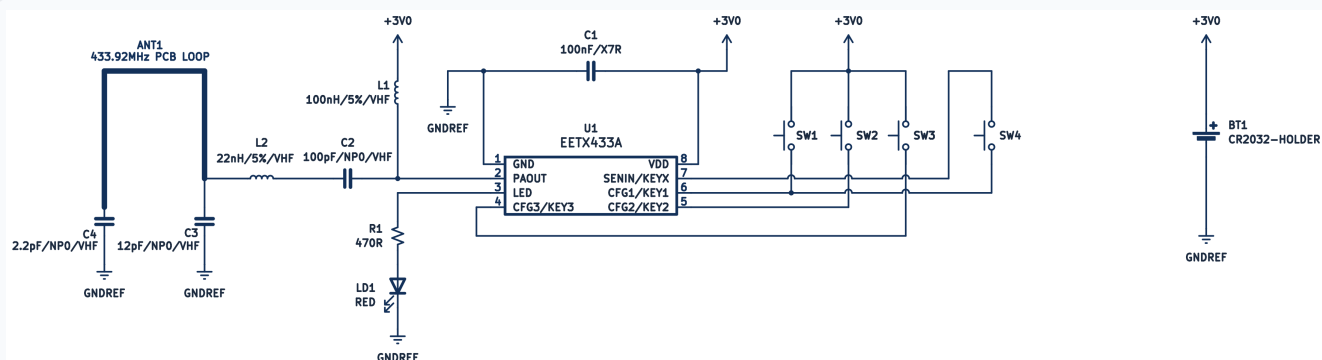
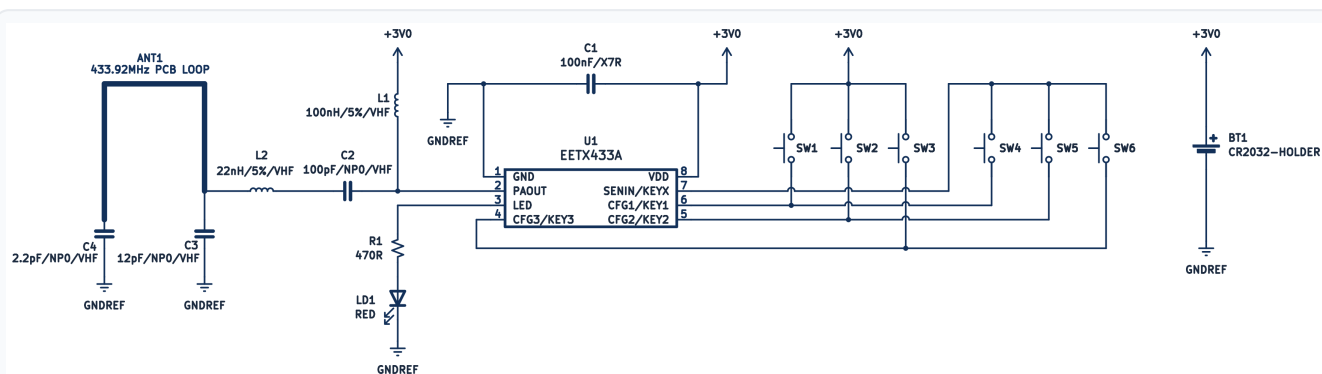

图 3：4 键遥控器——3 个直连 + 1 个经 KEYx 矩阵
图 4：6 键遥控器——3 个直连 + 3 个经 KEYx 矩阵
- **按键：**2-3 键时，将每个按键直接接到其 CFG 引脚。4-6 键时，按 KEYx 矩阵原理图（图 3 和图 4）接线。使用优质轻触按键以提高耐用性。